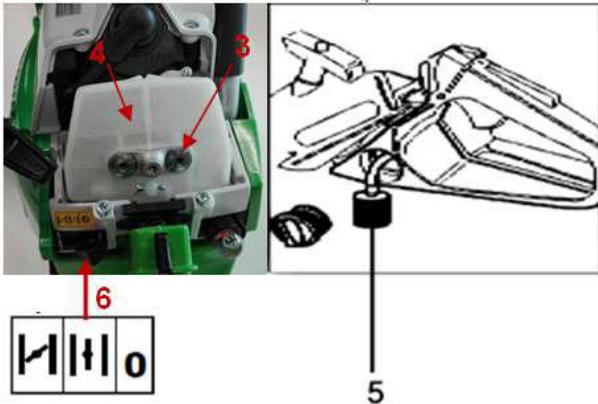

Abbildung 7
Wenn Sie den Deckel entfernen, haben Sie Zugriff auf den Luftfilter (Abbildung 7)
Um den Vergaserfilter (Pos. 5 - Abbildung 7) zu tauschen, entleeren Sie den Tank und ziehen Sie den Filter (5) mit einem Haken oder einer Langschnabelzange heraus.